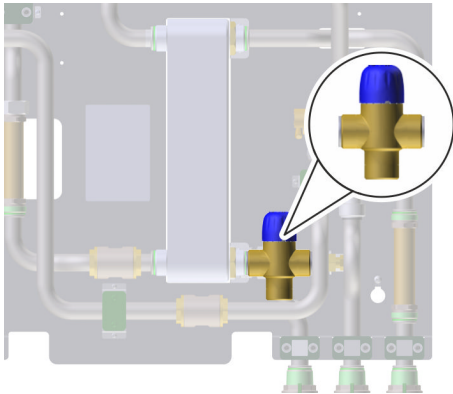

Abb. 79: Thermisches Mischventil
2. → Um die Temperatur zu erhöhen oder zu verringern, das Mischventil am Einstellgriff (Abb. 79) langsam in die entsprechende Richtung drehen, bis die gewünschte Temperatur erreicht ist.